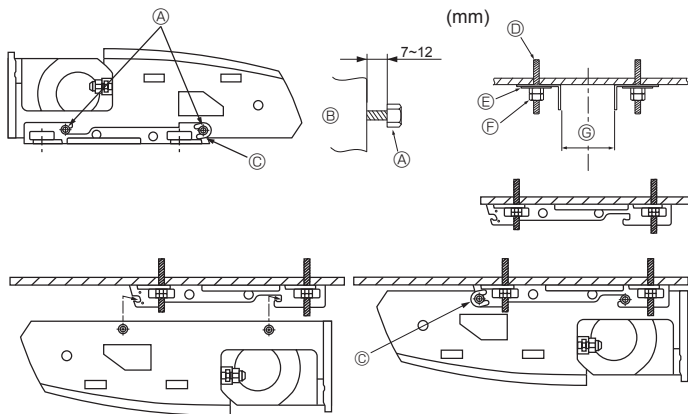

Fig. 3-6
2) Önce askı desteğinin tavana takılması (Fig. 3-6)